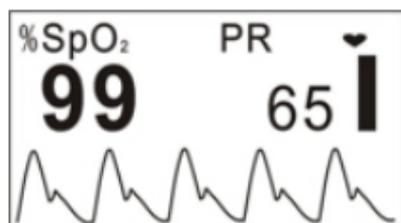
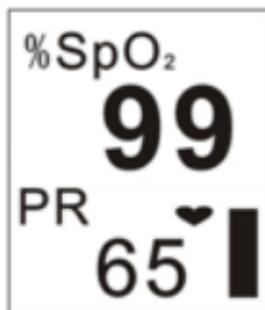
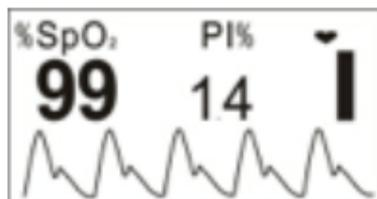
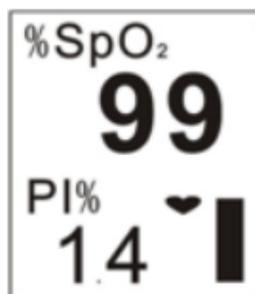

Figura 4
Figura 5
Figura 6
Figura 7
rece na Figura 4). O utilizador pode ler os valores e ver sob a forma de onda a partir do visor de exibição
5. Quando o display aparece como na Figura 4, pressionar a tecla Display para mudar a vista de exibição
- Pressionar uma vez a tecla Display, o visor do display (conforme aparece na Figura 4) será girado em 180°.
- Pressionar duas vezes a tecla Display, o visor do display será alterado conforme aparece na Figura 5.
- Pressionar três vezes a tecla Display, o visor do display (conforme aparece na Figura 5) será girado em 180°.
- Pressionar quatro vezes a tecla Display, o visor do display regressará ao visor conforme aparece na Figura 4.
6. Pressionar e segurar a tecla Display (cerca de 2 segundos), o visor do display será exibido conforme aparece na Figura 6. As diferenças entre a Figura 6 e a Figura 4 são as seguintes:
- Na Figura 4, o SpO₂ e a frequência cardíaca são monitorados e exibidos no visor
- Na Figura 6, o SpO₂ e o índice de perfusão são monitorados e exibidos no visor.
7. Quando no visor for exibido conforme aparece na Figura 6, pressionar de forma circular a tecla Display, o visor do display será comutado entre as duas vistas (conforme aparece na Figura 6 e Figura 7) e as quatro direções serão exibidas alternadamente.
8. A vista de exibição (conforme aparece na Figura 6 ou Figura 7) regressará ao visor conforme aparece na Figura 4, ou na Figura 5 se a operação não for executada dentro de 10 segundos.